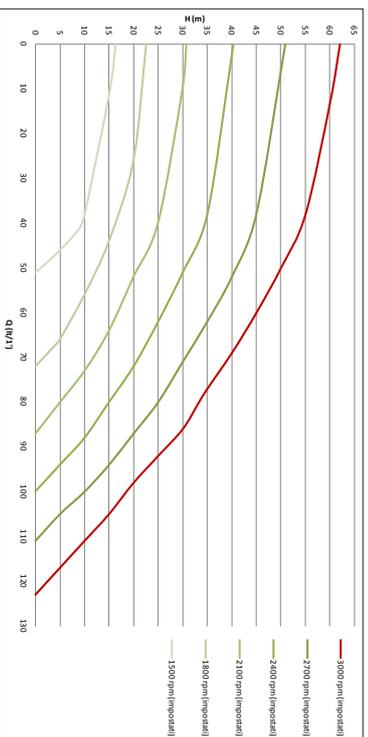
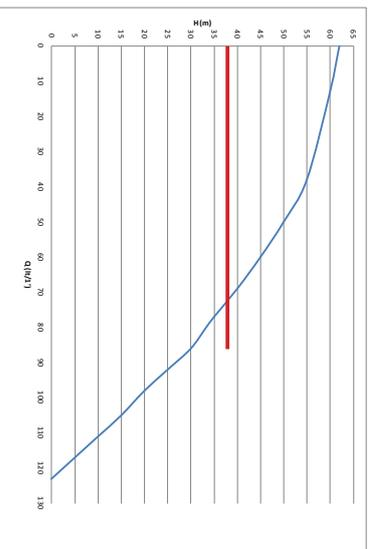

Abbildung 6
Abbildung 7
Das Gerät verfügt über eine Zentrifugal-Elektropumpe mit Mehrräderern, bestehend aus einem Hydraulikblock mit 5 Rädern, die über einen wassergekühlten Dreiphasenmotor angetrieben werden. Die Kühlung des Motors mit Wasser anstatt mit Luft gewährleistet eine geringere Geräuschentwicklung in der Anlage und die Möglichkeit, diesen auch in nicht belüfteten Standorten aufzustellen. Das in Abbildung 6 gezeigte Diagramm zeigt in Rot die charakteristische Kurve der hydraulischen Leistungen der Elektropumpe bei höchster Rotationsgeschwindigkeit
Im gleichen Diagramm von Abb.6. sind in Grün andere charakteristische Kurven der verringerten Rotationsgeschwindigkeit der gleichen Elektropumpe dargestellt. Durch die automatische Veränderung der Rotationsgeschwindigkeit der Elektropumpe ermöglicht der Inverter bei Aufrechterhaltung des eingestellten Konstantdruckwertes (SP) die Verschiebung der Funktionsweise von einer der charakteristischen Kurven auf die andere. Praktisch gesehen wird die Kurve, die aus dem vom Inverter gesteuerten Gerät resultiert, die in Abb. 7 aufgeführte Kurve (unter Berücksichtigung des Default-SP-Wertes = 3,0 bar).